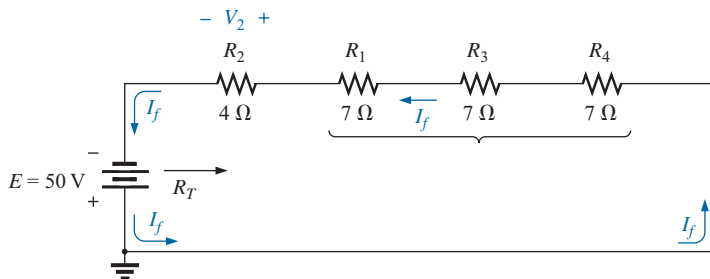

FIG. A4.17
- Los elementos del circuito se reacomodaron como se muestra en la figura A4.17.
- b. Observe que por la manera en que se conectó la fuente de cd, la corriente ahora tiene un sentido contrario al de las manecillas del reloj, como se muestra en la figura A4.17:
- c. La dirección de la corriente definirá la polaridad para V_2 que aparece en la figura A4.17: